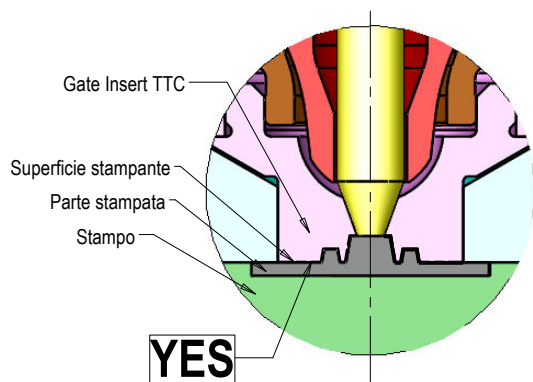

Fig.1
- Attenzione: per canali di raffreddamento realizzati con "Z Max" > 18 mm, la bussola richiede obbligatoriamente il posizionamento sulla sede stampo con la sfaccettatura (vedere sez. C-C) parallela all'asse del canale di raffreddamento (Fig.1).
1) La superficie stampante del GATE INSERT TTC, nelle applicazioni standard, **deve risultare totalmente a contatto con la parte stampante** (Fig.1):